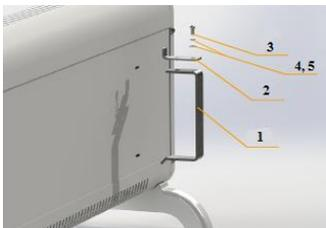

Рисунок 3
При использовании конвектора в настенном варианте в нижние пазы в задней стенке электроконвектора вставьте отогнутые концы кронштейнов (1) см. рис.3.